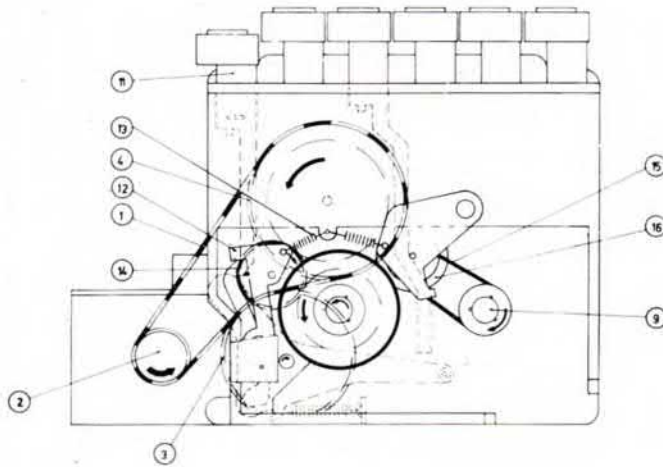

Abb. 7
Die Funktionsprinzipien dieser Bandlauffunktionen sind in den Abb. 7 und 8 erläutert.
Die Reibräder (14) und (16) des in den Abb. 7/8 gezeigten Umspulgetriebes sind immer zusammen mit den Zugfedern die funktionsbestimmenden Bauelemente für die Funktionen „schneller Vor- und Rücklauf“. Das übertragene Drehmoment ist in jedem Falle 70 pcm, eine Justierung ist im Normalfalle nicht notwendig. Fehler können nur in einer unbeabsichtigten Überdehnung der an den Hebeln befestigten Zugfedern oder im Kontakt der Reibflächen des Umspulgetriebes liegen (Ölreste an Gummiflächen). Vorsicht beim Umgang mit Öl!